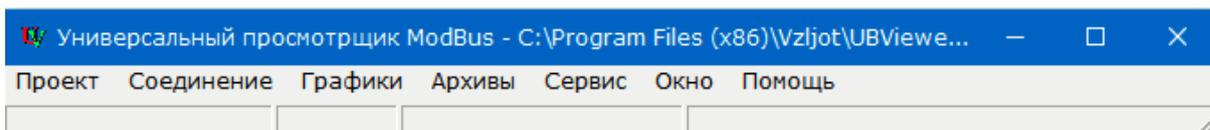

Рис.3. Вид строки меню программы «Универсальный просмотрщик».
2.1.1. Запустить на ПК программу «Универсальный просмотрщик». После чего в появившейся строке меню программы (рис.3) выбрать **Проект\Открыть\Projects** и запустить файл «Лайт М RTC (пользовательский) версия 2.X.vprg» (далее – «Монитор»).